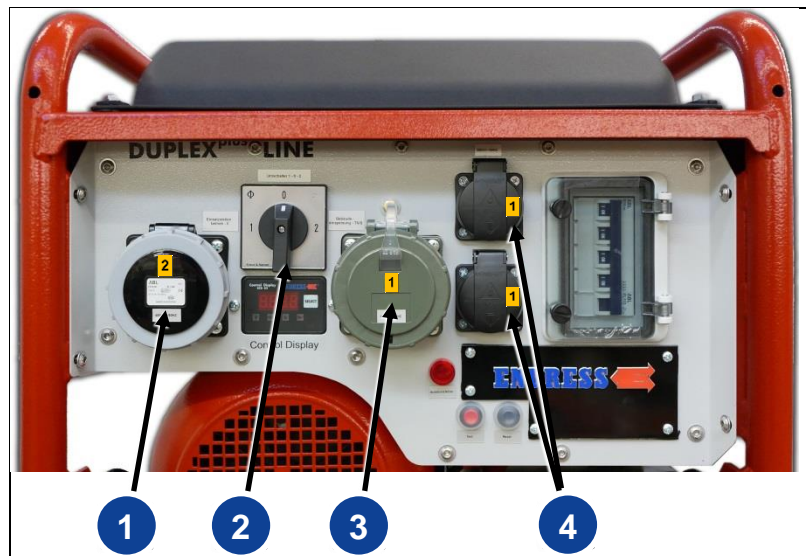

Fig. 4-5: Raccorder les équipements asservis
- Le bon mode de fonctionnement peut être sélectionné grâce au commutateur (Fig. 4-5-(2)).
Ne modifiez le commutateur de mode de fonctionnement (Fig. 4-5-(2)) QUE SI le groupe électrogène est à l'arrêt !!
Sélectionnez pour ce faire le mode de fonctionnement "Utilisation sur site" sur le commutateur (*Fig. 4-5-(2)*).
L'alimentation des installations fixes a lieu grâce des câbles de connexion flexibles (H07RN-F ou similaires) dans le tableau divisionnaire existant du bâtiment branchés dans la prise de courant CEE 400 V / 50 Hz / 7h 3~ (voir Fig.4-5-(1)). Toutes les autres prises ne sont ni alimentées ni disponibles dans ce mode de fonctionnement.
1. Sélectionnez le mode de fonctionnement "Alimentation de bâtiment" sur le commutateur (*Fig. 4-5-(2)*).
3. Branchez le câble de raccordement flexible dans la prise CEE 400 V / 50Hz / 7h 3~ avec le marquage noir (*voir Fig. 4-5-(1)*).